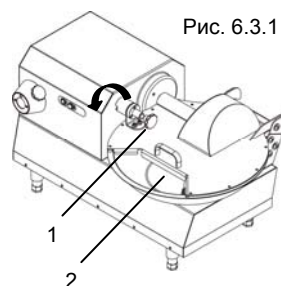

Рис. 6.3.1
3. закрыть крышку и заблокировать её ручкой "1" Рис. 6.3.1
5. постепенно добавлять оставшиеся продукты через отверстие загрузки ванны "2" Рис. 6.3.1.
- Повернуть ручку разблокировки крышки против часовой стрелки "1" Рис. 6.3.1.